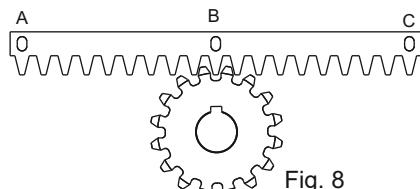
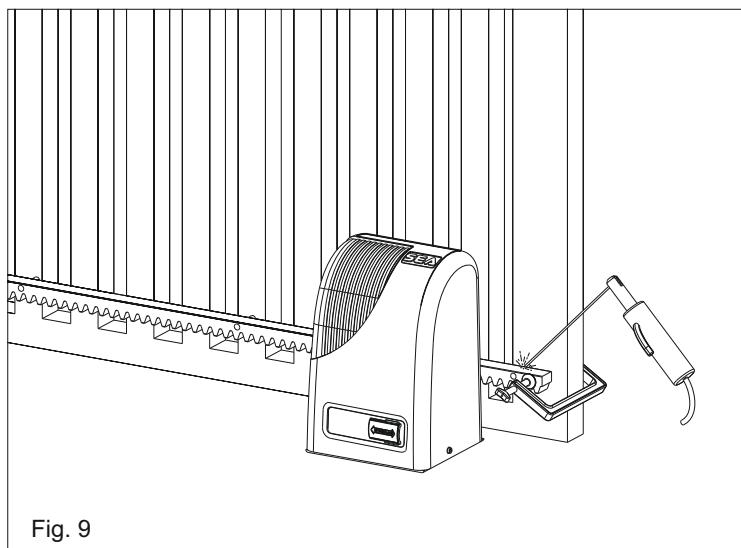

Fig. 8
Fig. 9
**5.3.** Apoyar el elemento de cremallera al piñón dentado del motorreductor de manera que sea paralela a la guía a piso de la cancela y posicionándolo como en la Fig. 8 y puntear con electrosoldadura el distanciador central B a la estructura de la cancela (Fig. 9). Mover manualmente la cancela hasta llegar al distanciador C en correspondencia del piñón, luego puntear con electrosoldadura. Efectuar la misma operación para el distanciador A, después de haberlo llevado en correspondencia del piñón;